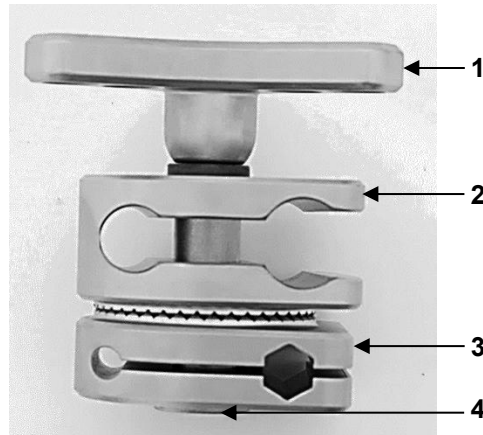

Abb. 9: Kreuzverbinder EEN-1
Abbildung 9 zeigt den Kreuzverbinder EEN-1. Dieser besteht aus einem Sterngriff (1), einem oberen (2) und einem unteren (3) Klemmstück und einer Gewindestange (4). Der Kreuzverbinder ist vor der Anwendung wie folgt zu montieren.